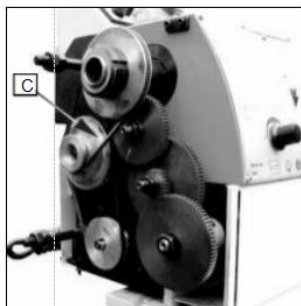

Fig. 16
2. Regolare la cinghia trapezoidale (C, Fig.16) posizione corrispondente.